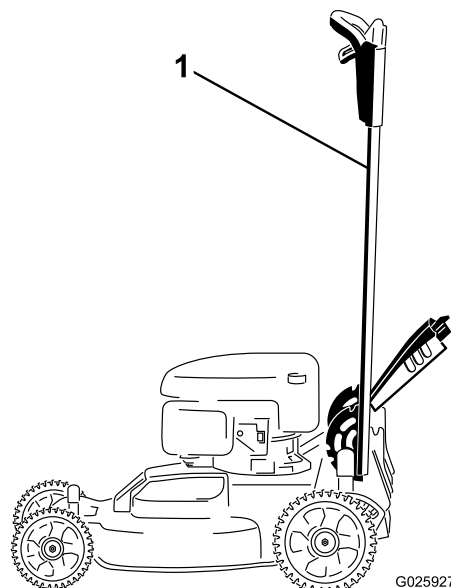

Figura 31
1. Bloquee el manillar en la posición vertical (Figura 31); consulte Ajuste de la altura del manillar (página 11).